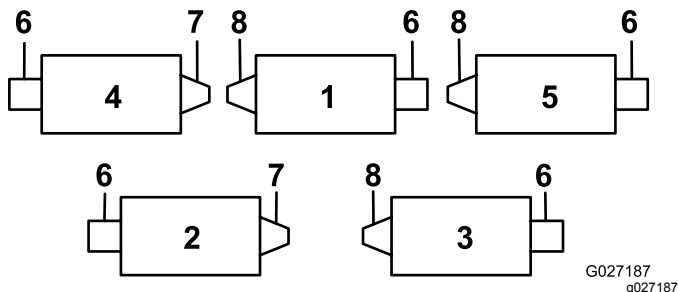

Figura 1
Consulte Figura 1 para determinar a posição da escova do rolo e os motores de cilindro.
**Nota:** Unidades de corte 1, 3 e 5 possuem insertos e veios de transmissão com roscas esquerdas (Figura 1).